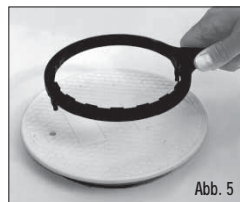

Abb. 5
- Vor dem Festschrauben des Deckels die einwandfreie Sauberkeit desselben und der am Gehäuse angebrachten Abdichtungen sicherstellen. Das Schliessen durchführen und das genaue Aufeinanderpassen der beiden Stücke überprüfen. Um eine absolute Dichtheit sicherzustellen ist der geeignet Schlüssel D17/CH zu verwenden (Abb.5).